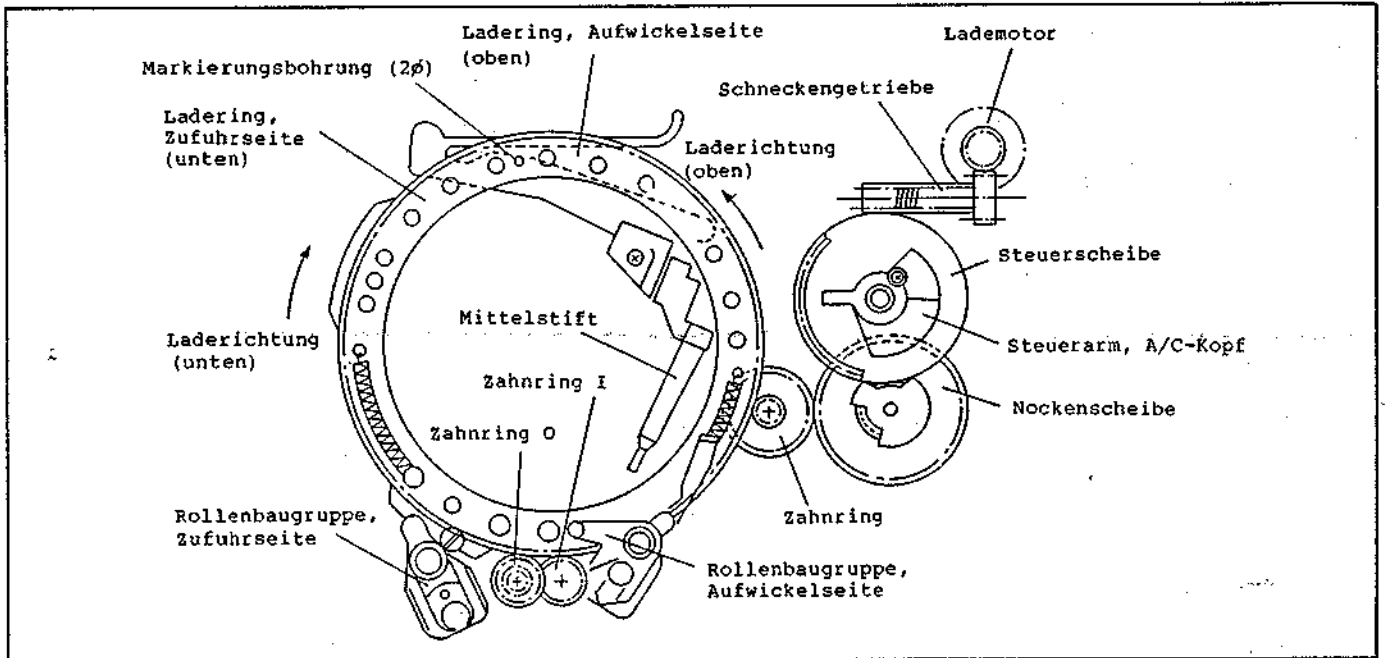

Abb. 7.4 Die Lademechanik
Dieser Kopf besteht eigentlich aus (1) dem Audio-Löschkopf, (2) dem Audio-Kopf und (3) dem Steuerkopf. Der Audiolöschkopf wird zum Löschen des Audiosignales beim Audio-Aufnahmebetrieb verwendet. Der Audiokopf dient zur Aufnahme und Wiedergabe des Audiosignals. Der Steuerkopf dient zur Aufnahme und Wiedergabe des Servo-Steuersignals (CTL). Der A/C-Kopf befindet sich vor dem Einlegen der Kassette neben der Andruckrolle und wird während des Ladebetriebs vom A/C-Kopf-Steuerarm gemäß Abb. 7.4 positioniert und dann in dieser Stellung von der Kraft gehalten, die durch den Druck des A/C-Kopf-Steuerarmes auf die Blattfeder auf der A/C-Kopfplatte erzeugt wird.
(Abb. 7-4 bis 7-9)
In Abbildung 7.4 ist die Lademechanik in Draufsicht dargestellt. Der Lademotor auf der rechten Seite des Chassis ist die Antriebsquelle für den Kassettenladebetrieb. Während des Ladebetriebs wird das Band von der Abwickelspule her gezogen und um den Zylinder gewickelt. Die Rotation des Antriebsmotors wird über zwei Schneckengetriebe übertragen, deren Drehung wiederum auf die Folgescheibe, die Ringscheibe und zum unteren Zufuhr-Ring übertragen wird, welcher letzterer einer der beiden um den Zylinder angeordneten Laderinge ist. Am Zufuhr-Ring ist die Zufuhr-Führungsrollenbaugruppe angebaut, die sich während der Drehung des Zufuhr-Ringes in den Auschlag (V-Block) des